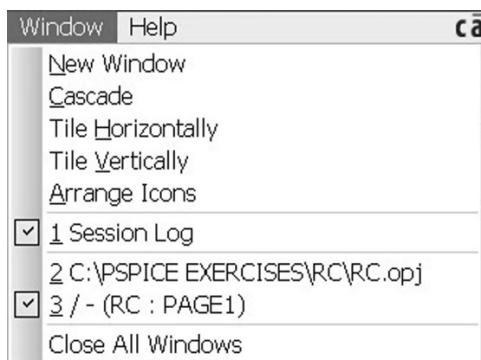

图 2.28 选择项目管理器
10. 通过菜单 **Window > <project path> \ RC. opj file**（见图 2.28）或者图